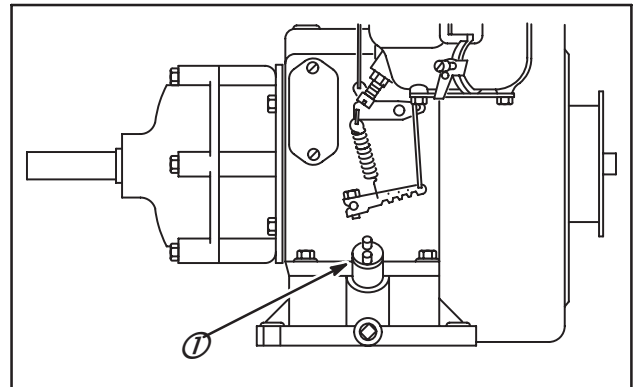

Fig. 48
3. Arrêter le moteur, revérifier le niveau d'huile, faire l'appoint si nécessaire jusqu'au maximum (1), Fig. 48.